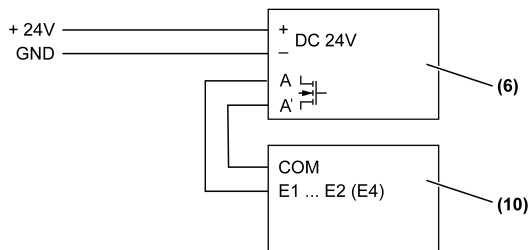

Imagen 8: Conexión a Entrada binaria compacta, 2 fases, Entrada binaria compacta, 4 fases
- (Imagen 8) (10) Entrada binaria compacta, 2 fases, n° art.: 2076-2T, Entrada binaria compacta, 4 fases, n° art.: 2076-4T